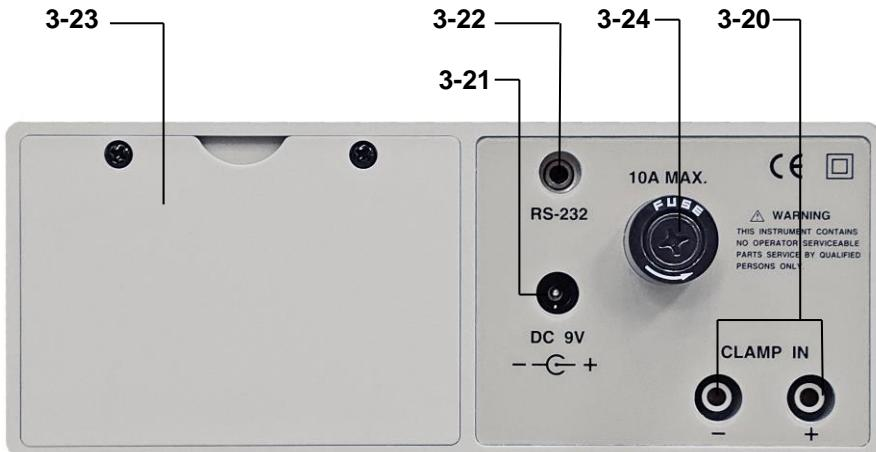

Fig.1
1. Coloque el interruptor (3-2, Fig. 1) en ENCENDIDO (ON).
2. Seleccione el interruptor "AC/V/A/Watt" (3-3, Fig. 1)
3. Coloque el interruptor "CURRENT IN" (3-6, Fig. 1) en "DIRECT".
4. No conecte ningún cable a los terminales de entrada. Si la lectura de vatios no es cero, pulse una vez el botón "WATT ZERO" (3-8, Fig. 1) y la lectura de vatios cambiará a "0".
En pantalla (3-1, Fig. 1) se mostrarán al mismo tiempo los vatios, tensión, corriente, PF (factor de potencia).
8. Durante la medición de vatios, pulse una vez el botón "COSφ/PF/Hz" (3-9, Fig. 1) y aparecerá el valor de línea de frecuencia en lugar del valor PF (factor de potencia).
Todos los procedimientos de medición son iguales que el del punto "7.1 Medición CA Vatios/V/A/PF/Hz" anterior, excepto en que deberá pulsar una vez el botón "WATT/VA/Whr" (3-7, Fig. 1) y, luego, se mostrará en pantalla VA, tensión, corriente y Hz al mismo tiempo.
Todos los procedimientos de medición son iguales que el del punto "7.1 Medición CA Vatios/V/A/PF/Hz" anterior, excepto en que deberá pulsar dos veces el botón "WATT/VA/Whr" (3-7, Fig. 1) y, luego, la pantalla mostrará el valor Wh junto con el tiempo transcurrido.
- * La medición de Wh se parará (congelará) cuando pulse una vez el botón "DATA HOLD" (3-11, Fig. 1). Pulse este mismo botón de nuevo para continuar con la función Wh.
- * Pulse una vez el botón "WATT ZERO" (3 – 8, Fig.1) para ajustar a cero el valor de medición de Wh y realizar de nuevo una nueva medición.
2. Seleccione el interruptor "AC/V/AWatt" (3-3, Fig. 1)
- a) Conecte la sonda de test roja al terminal V/Ohm (3-17, Fig. 1) y la sonda de test negra al terminal COM (3-18, Fig. 1).
- a) Conecte la sonda de test roja al terminal 10A (3-19, Fig. 1) y la sonda de test negra al terminal COM (3-18, Fig. 1).
2. Seleccione el interruptor "DC V/A" (3-4, Fig. 1)